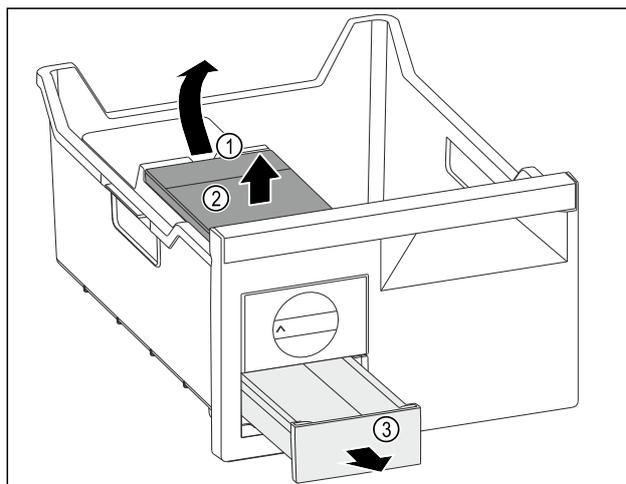

Fig. 120
- ▶ 取出水箱: 从凹槽 Fig. 120 (1) 抬起水箱。
- ▶ 朝上取出水箱 Fig. 120 (2)。
- ▶ 朝前取出冰块抽屉 Fig. 120 (3)。